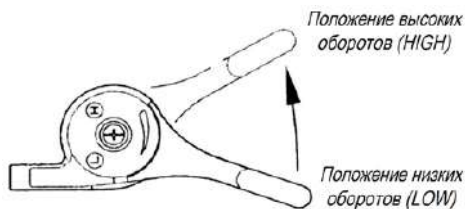

Рис. 12. Рычаг регулировки оборотов на ручке
- переместите рычаг регулировки оборотов на ручке из положения низких оборотов (LOW) в положение высоких оборотов (HIGH). При достижении примерно 2300-2600 об/мин центробежная муфта войдет в зацепление. Если обороты двигателя увеличиваются слишком медленно, возможно проскальзывание муфты. Не перемещайте рычаг управления оборотами слишком медленно (см. рис. 12);
- при выключении виброузла, переведите рычаг регулирования оборотов на ручке из положения высоких оборотов (HIGH) в положение низких оборотов (LOW) (см. рис. 12). Не перемещайте рычаг регулирования оборотов слишком медленно.
- переместите рычаг регулировки оборотов на ручке в положение низких оборотов (LOW) и дайте двигателю поработать на низких оборотах 2-3 минуты до полной остановки (см. рис. 12);